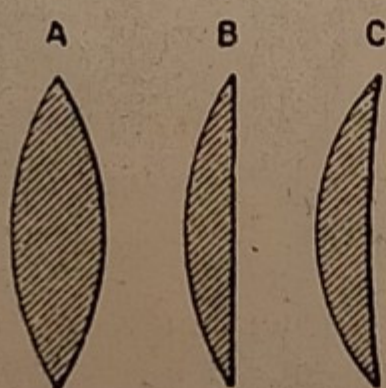

Fig. 92.
Sono convergenti le lenti *biconvesse* come quella A della fig. 92, le *piano-convesse* (B) e le *menisco-convergenti* (C).